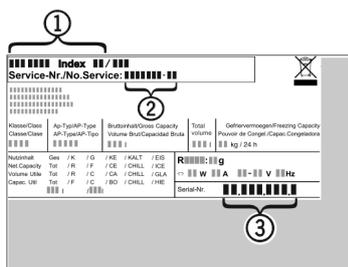

Fig. 3
- ▶ Apparaataanduiding Fig. 3 (1), servicenr. Fig. 3 (2) en serienr. Fig. 3 (3) van het typeplaatje aflezen. Het typeplaatje bevindt zich aan de linkerkant binnen in het apparaat.
- ▶ Contact opnemen met de Technische Dienst en het probleem, apparaataanduiding Fig. 3 (1), servicenr. Fig. 3 (2) en serienr. Fig. 3 (3) mededelen.